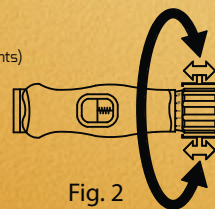

Fig. 2
- 3 - Girar o anel no sentido horário ou anti-horário (Fig. 2), até ler o torque requerido na escala principal impressa no tambor do torquímetro. Para valores intermediários utilizar a escala secundária (peça 5).
- 3 - Gire el anillo en sentido horario o anti-horario (Fig. 2), hasta leer el torque requerido en la escala principal impresa en el tambor del torquímetro. Para valores intermedios, utilizar la segunda escala (pieza 5).
- 3 - Turn ring clockwise or anticlockwise (Fig. 2), until reading shows the desired torque on the main scale, which is marked on barrel. For intermediary values use the secondary scale (piece 5).